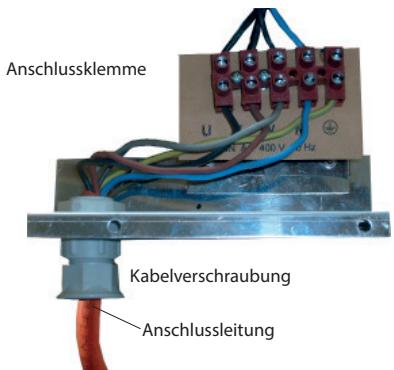

Abb. 4
1.3. Anschlussleitung nach Schaltplan anschließen. Einen entsprechenden Schaltplan finden Sie in dieser Anweisung (siehe Abb. 4).